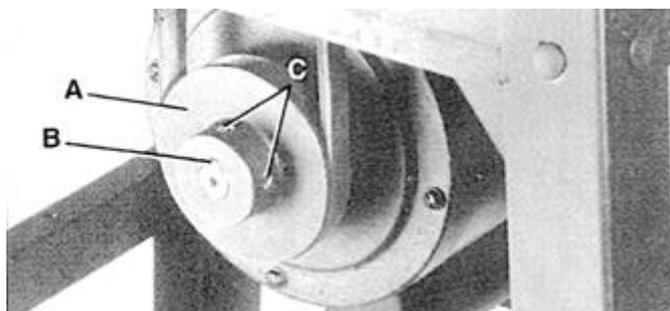
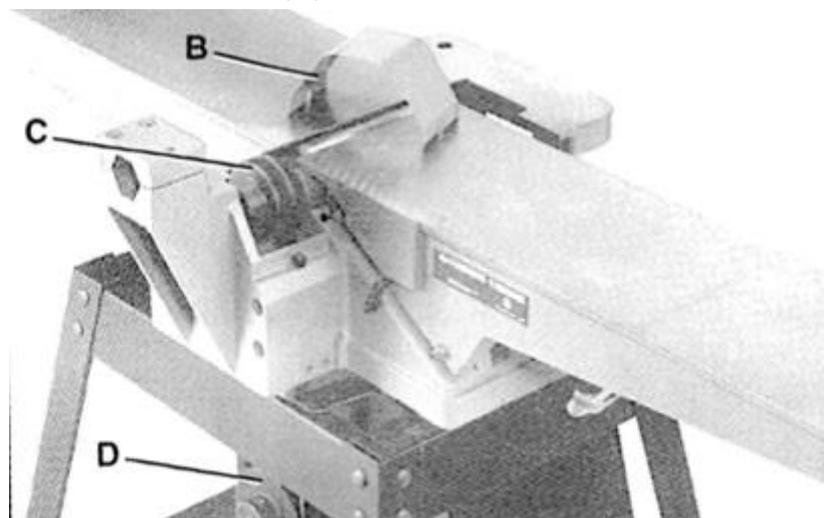

Рис. 14 Установка шкива двигателя
Рис. 16
Установите шкив двигателя (А) – Рис. 14 на вал двигателя. Ступица шкива должна находиться снаружи. Убедитесь, что ключ (В) вставлен в паз шкива двигателя и вала.
Установите ремень в канавку шкива режущей головки (С) – Рис. 16 и шкива двигателя (D).
Убедитесь, что шкив двигателя (D) – Рис. 16 выровнен со шкивом режущей головки (С). При необходимости шкив двигателя (D) можно перемещать по валу, чтобы обеспечить соответствующую регулировку. После этого затяните два установочных винта (С) – Рис. 14.
Установите ограждение шкива режущей головки (В) – Рис. 16, которое было снято в 1-м пункте.